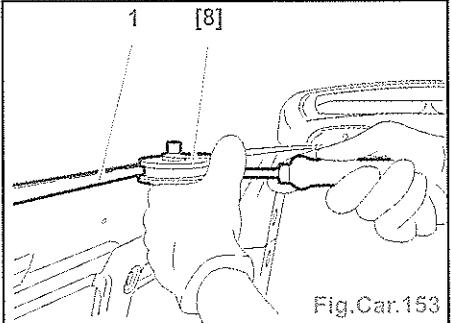

Fig.Car.153
- Poser le joint (1) sur le pavillon à l'aide de l'outil [8] (Fig.Car.153).